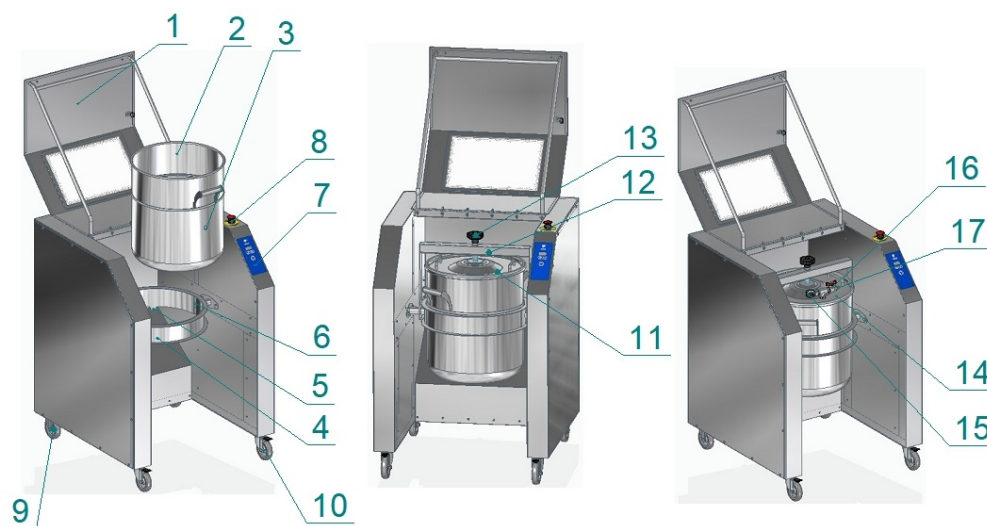

Рис. 3
Установите барабан (2) в обойму (4) (см. рис.3). Для этого необходимо совместить бонку (3) на емкости барабана (2) с пазом (6) на обойме (4) и повернуть барабан (2) против часовой стрелки до упора (5).